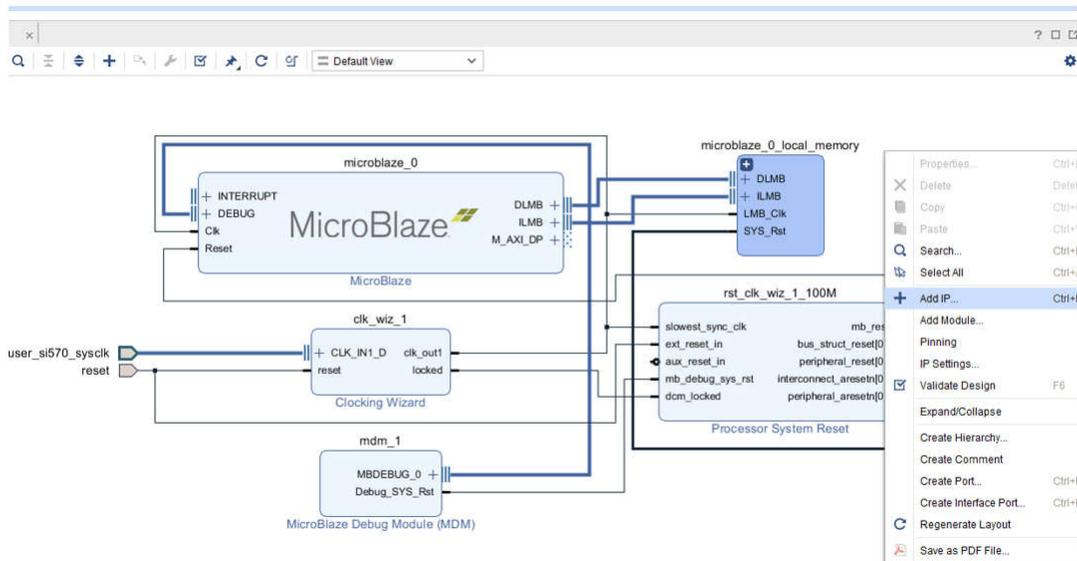
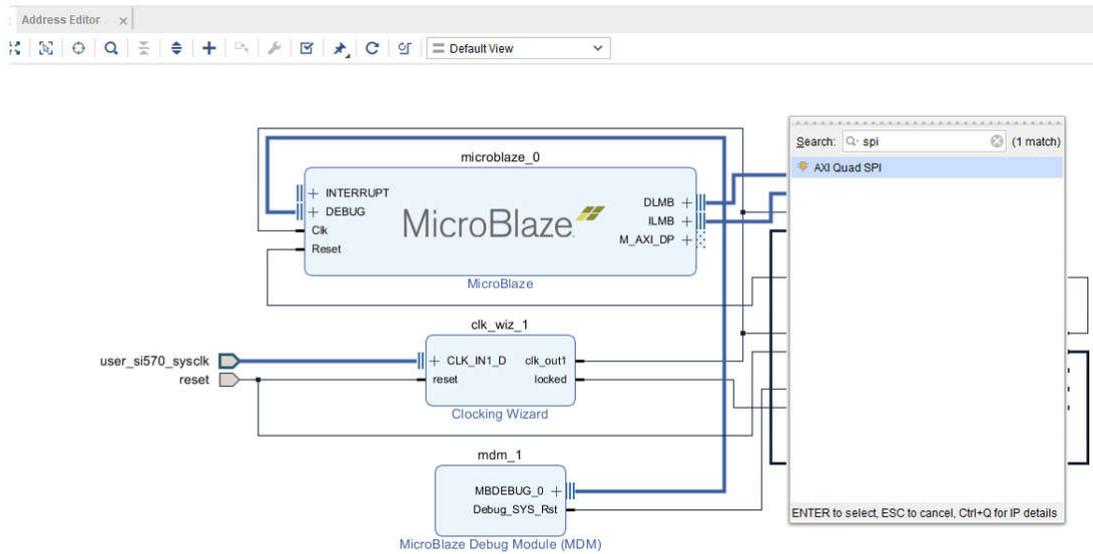

图 5-8. 向块设计中添加 IP
图 5-9. 将“AXI QUAD SPI” IP 添加到块设计中
12. 右键点击框设计并添加“AXI Quad SPI”，如图 5-8 和图 5-9 所示。